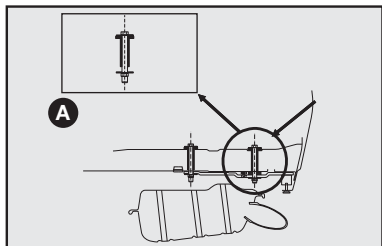
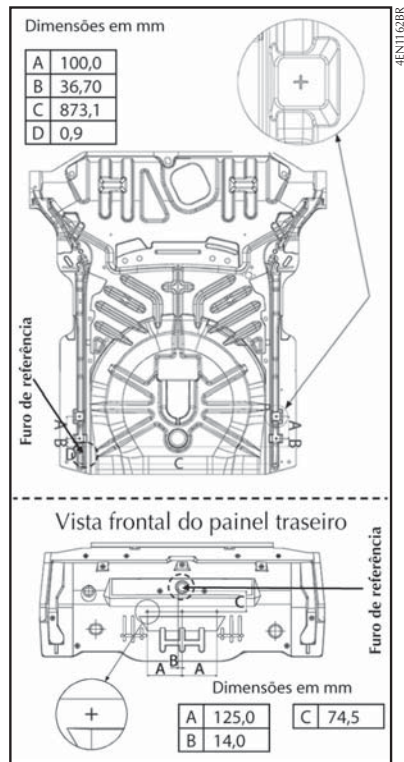
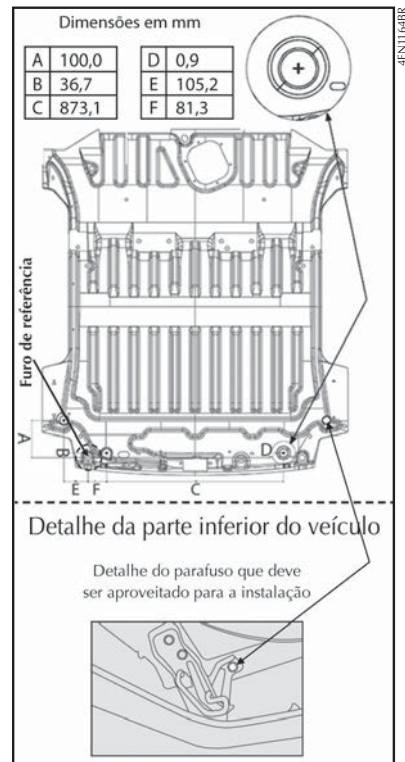

fig. 12
fig. 13
fig. 14
- Efetuar no veículo a furação com \varnothing (diâmetro) 11 mm traspassando o assoalho posterior (ver detalhe **A-fig. 12**) e a longarina nas marcas esquemáticas indicadas na figura correspondente ao modelo do seu veículo (**fig. 13 a fig. 14**).